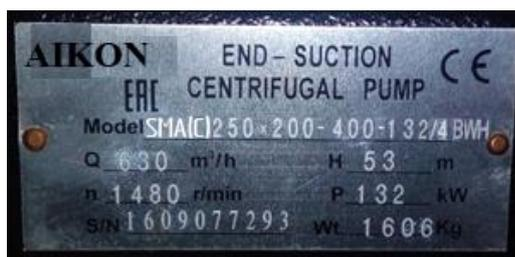

Рисунок 7
На корпусе насосной части агрегата SMA(A) установлена табличка с его техническими характеристикам (см. рис. 7).